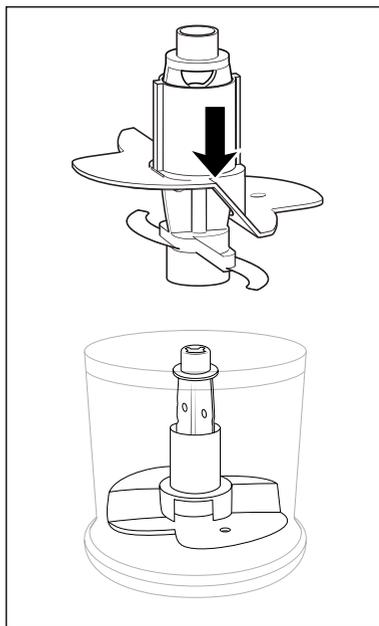

Fig. 1
- Per 100 ml di panna infilarla sul portalama **5** in modo tale che la frusta **10** poggi su entrambe le lame **7** e si innesti in posizione (Fig. 1):